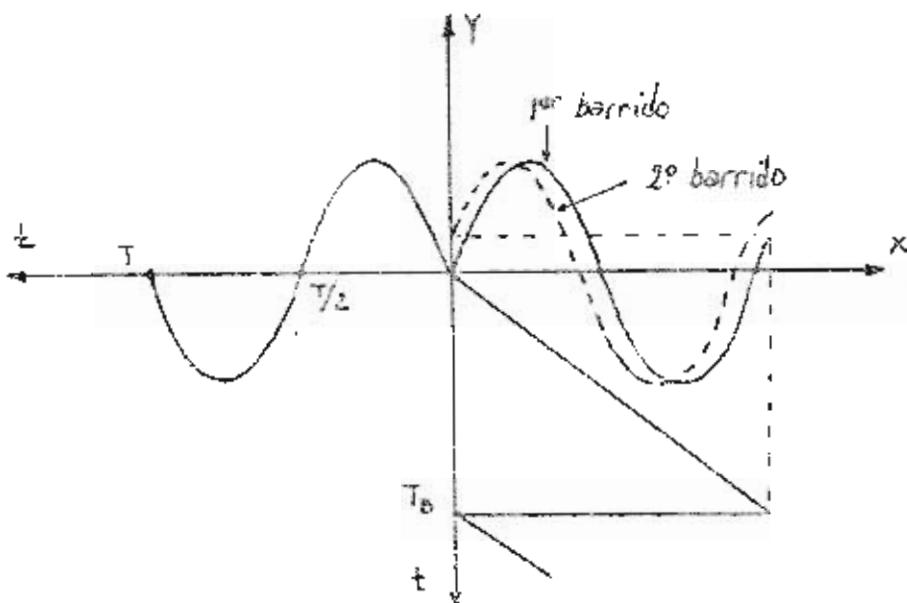
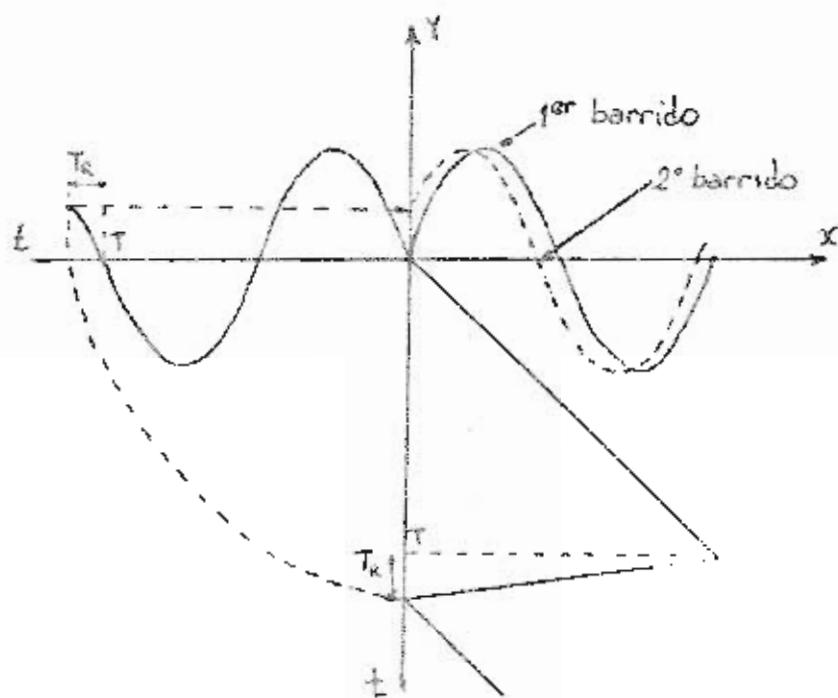

fig 7
fig 8
Por otro lado, si la relación  $\frac{T}{T_B}$  no es un número entero, el cero correspondiente de la señal aplicada al eje X (retroceso de la DS) encontrará a la señal en el eje Y cada vez en un punto distinto de su evolución, por lo que el haz dibujará en la pantalla ondas no superpuestas en cada barrido horizontal, fig. 7.
Por otro lado la fig 7 presupone una onda diente de sierra cuyo tiempo de retroceso es nulo, caso imposible de conseguir en la práctica. Un tiempo de retroceso no nulo provoca, en última instancia, el mismo efecto que la desigualdad entre los períodos de la señal y el barrido (onda DS) antes mencionado: la falta de repetitividad en el oscilograma. Fig 8
- El nivel de reposición es fijo y la duración de la rampa (tiempo de barrido  $T_p$  de la fig 7) puede modificarse externamente variando la pendiente de la de la rampa. Por qué no se varía el NIVEL DE REPOSICIÓN, dejando fija la pendiente?